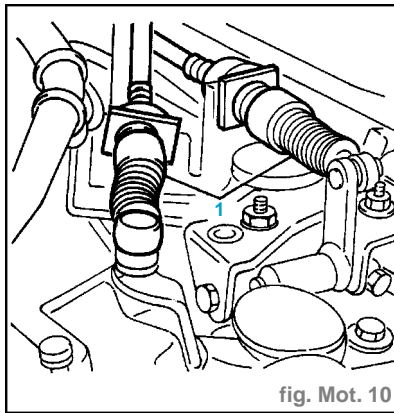

fig. Mot. 10
- Déconnecter du support de soutien et de renvoi du tirant les flexibles de commande et d'embrayage des vitesses (1) (fig. Mot. 10).